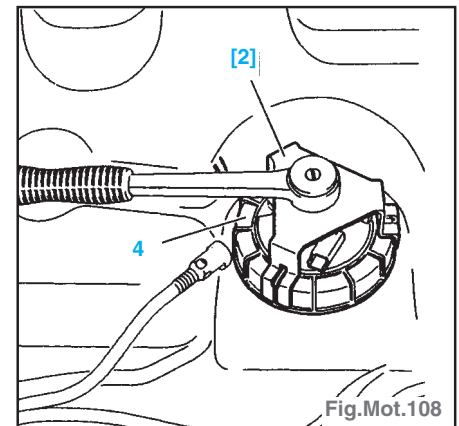

Fig.Mot.108
- Déposer la bague-écrou (4) ; à l'aide de l'outil [2] (Fig.Mot.108).